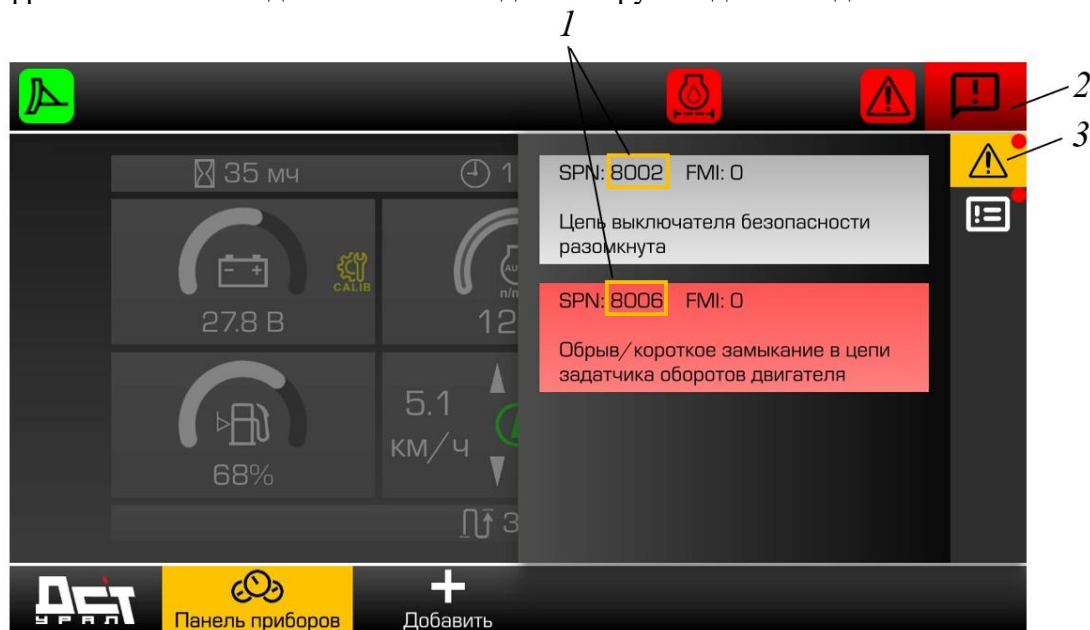

Рисунок 3.29. Сообщения об ошибках
Неисправности, возникающие в процессе работы машины, отображаются на панели уведомлений дисплейного модуля в разделе «Сообщения об ошибках», рис. 3.29. Для просмотра сообщений:
- ▶ Выбрать раздел ошибки, нажав кнопку 3, рис. 3.29.
- ▷ В выпадающем окне отобразятся активные ошибки, см. рис. 3.29.